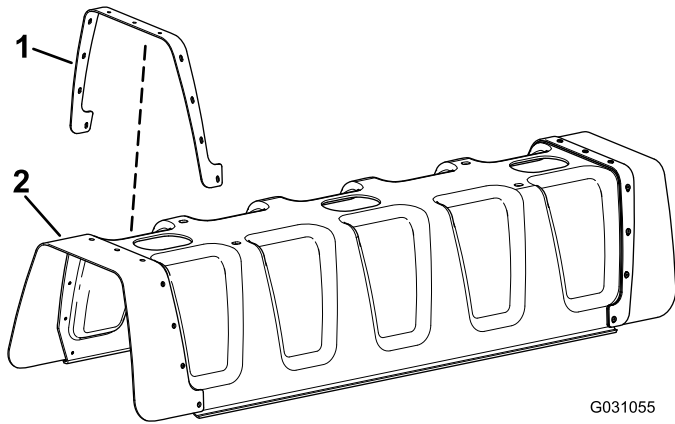

Figura 3
2. Alinee los taladros de la pletina de refuerzo con los de la cubierta de goma (Figura 3).